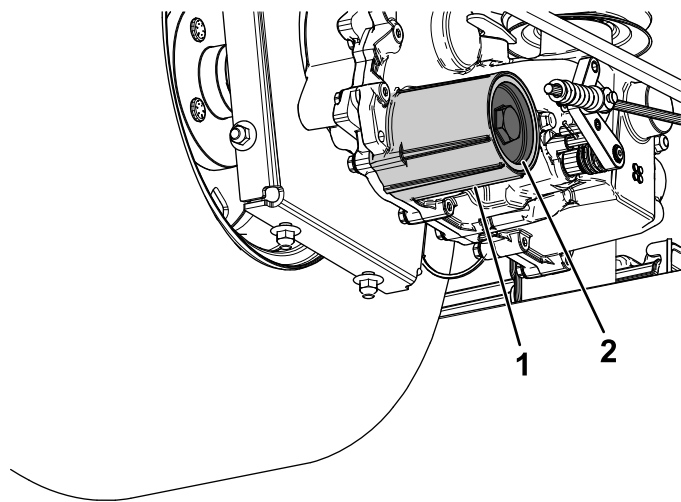

Figura 69
7. Îndepărtați capacul filtrului pentru ulei hidraulic de pe transmisie, pentru a scurge uleiul (Figura 69).